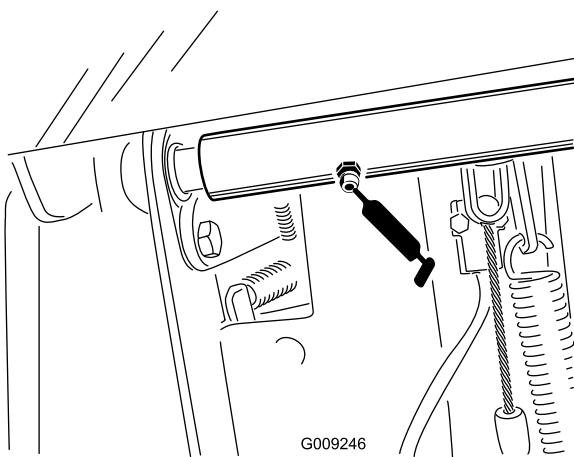

Figura 51
- 1 casquillo del pivote del árbol del freno (Figura 51)